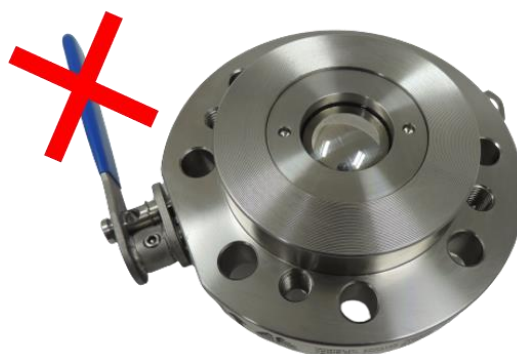

Figura 2: Orientação para o transporte do equipamento
- Ao manusear o equipamento, nunca utilizar a alavanca como ponto de transporte ou locomoção (figura 2);